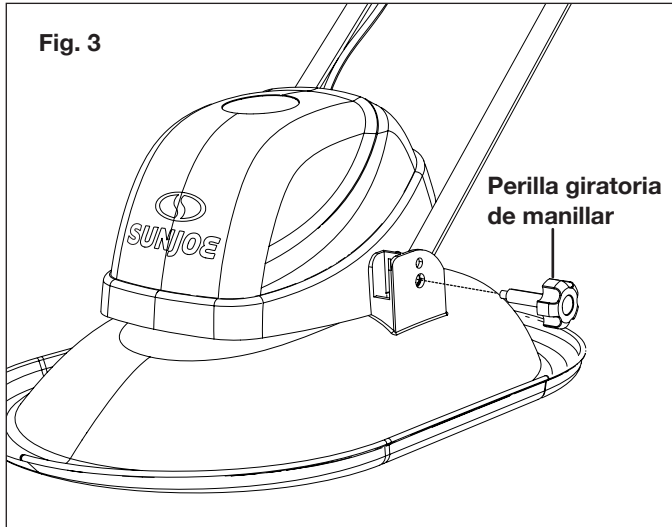

Fig. 3
3. Para asegurar la estructura de manillar inferior, inserte la perilla giratoria de manillar en el orificio, y enrósquela en sentido horario hasta apretar (Fig. 3). Repita en el otro lado.